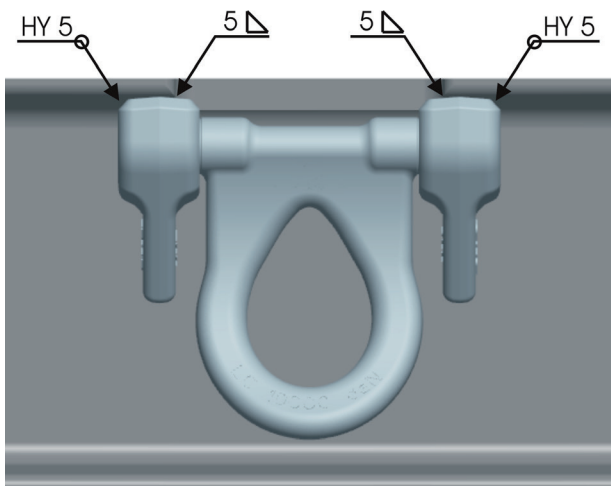

Abbildung 2: Schweißnaht und Nahtgröße
- 3 Schweißen Sie die Anschweißklötze an. Entnehmen Sie dazu sowohl Nahtart als auch Nahtgröße aus Abbildung 2.